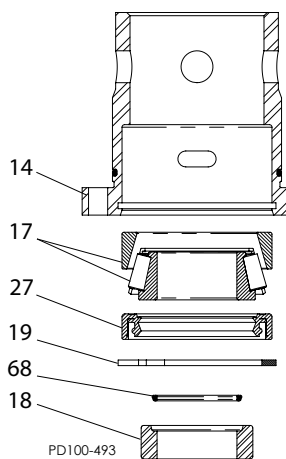

Figure 43 - Appuyez l'arbre libre du roulement arrière
2. En soutenant le coffrage du roulement comme décrit dans Figure 43, appuyez l'arbre libre du roulement arrière (objet 17), la boîte d'engrenages (objet 14), le joint torique du manchon protecteur pour joint (objet 68) et le manchon protecteur pour joint (objet 18).